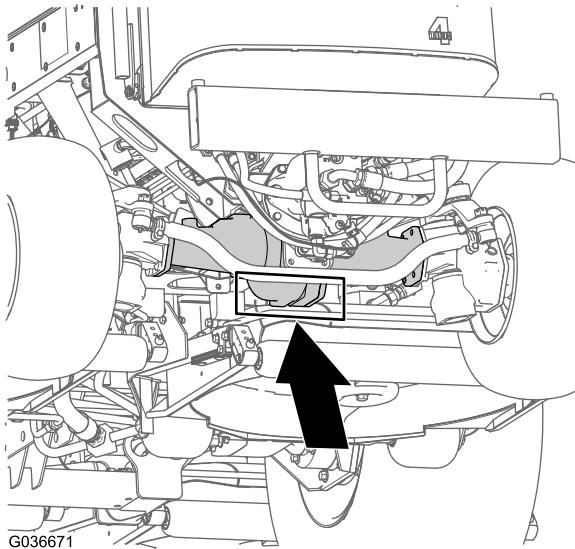

Рисунок 30
**Задняя часть машины** — в центре оси (Рисунок 30)